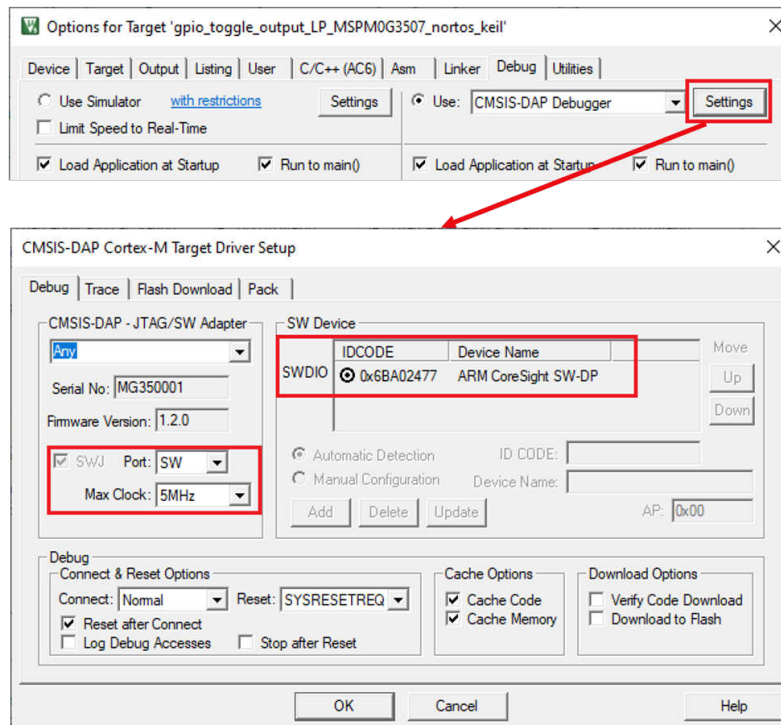
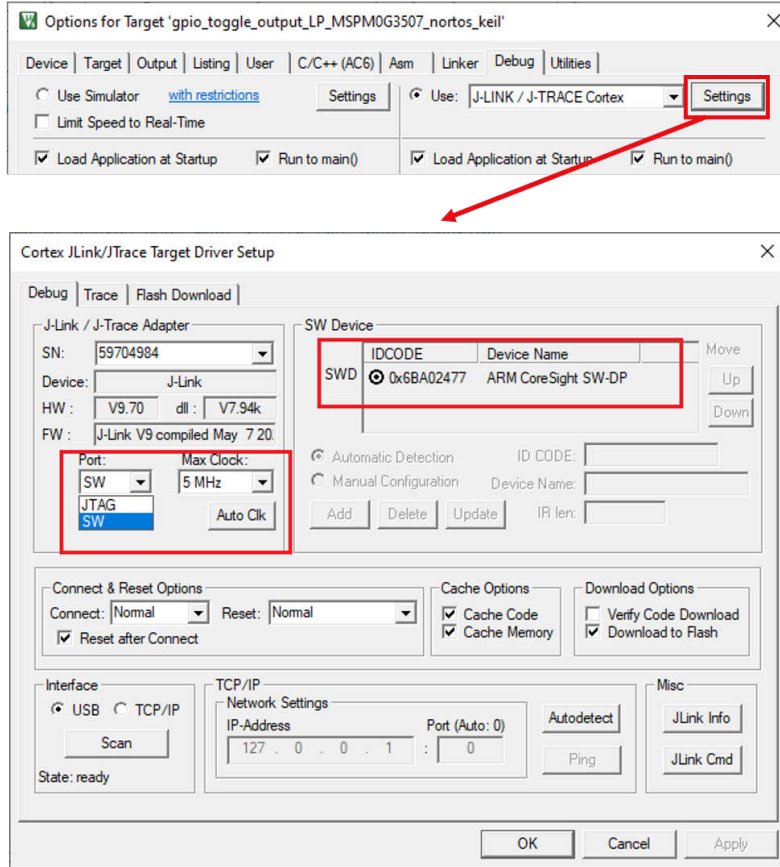

图 3-52. 检查 XDS110 探针的设置
图 3-53. 检查 J-Link 探针的设置
- 点击 *Settings* 按钮。在 *Debug* 选项卡上，确保设置与图 3-52 和图 3-53 匹配。